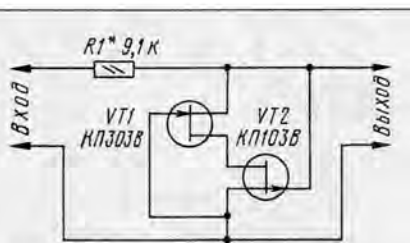

Рис. 11
**Пороговое устройство.** Для его постройки понадобятся лямбда-диод и постоянный резистор (рис. 11), сопротивление которого должно быть больше от-